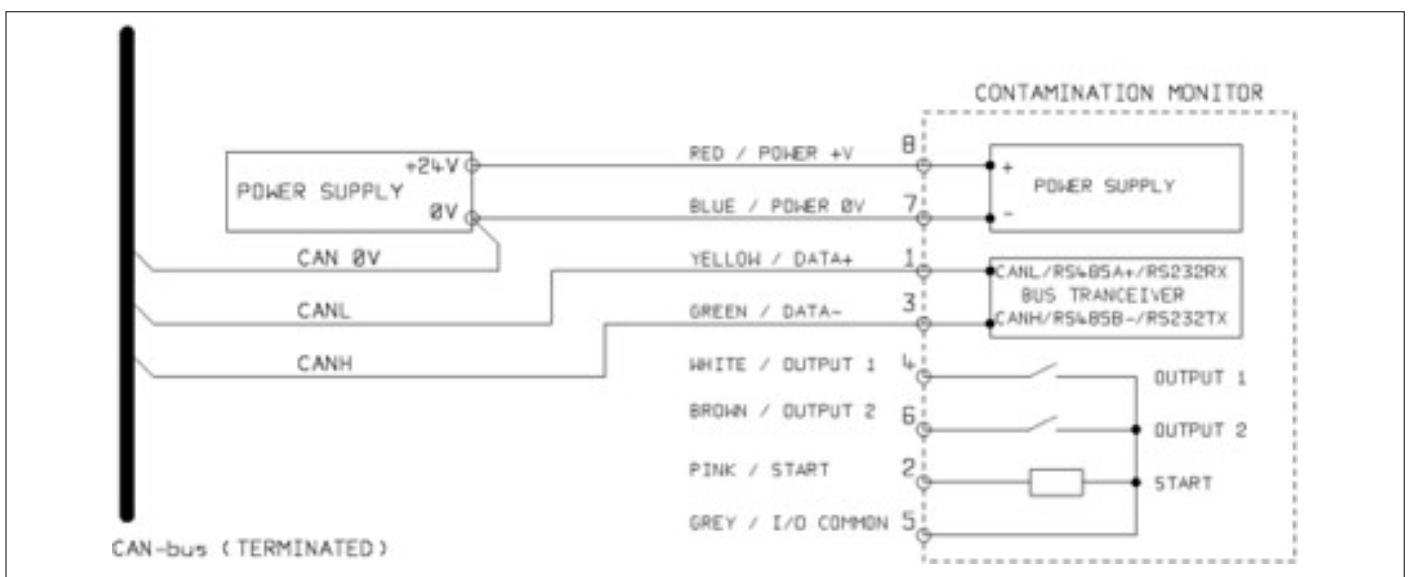

Abbildung 5.31
- Schließen Sie das ICM 2.0 an Ihr CANbus-Netzwerk an und stellen Sie eine 24-V-DC-Stromquelle bereit, wie in Abbildung 5.31 dargestellt.